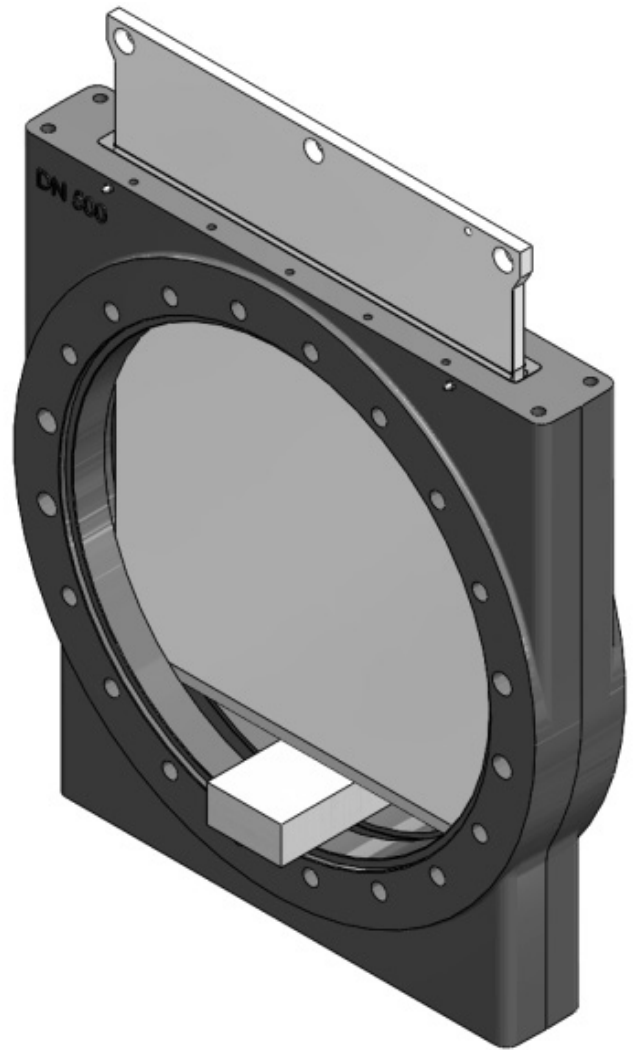

Figura 15. Detalle del taco de madera.
3. Introduzca un taco de madera en el orificio como se muestra en la Figura 15. De este modo se evitará una caída excesiva de la compuerta antes de instalar el pasador de horquilla.
4. Aplique el lubricante de silicona recomendado en el borde biselado y en los laterales de la compuerta (2) e introdúzcala por la abertura en la parte superior del cuerpo de la válvula hasta que se apoye con seguridad sobre el taco de madera.